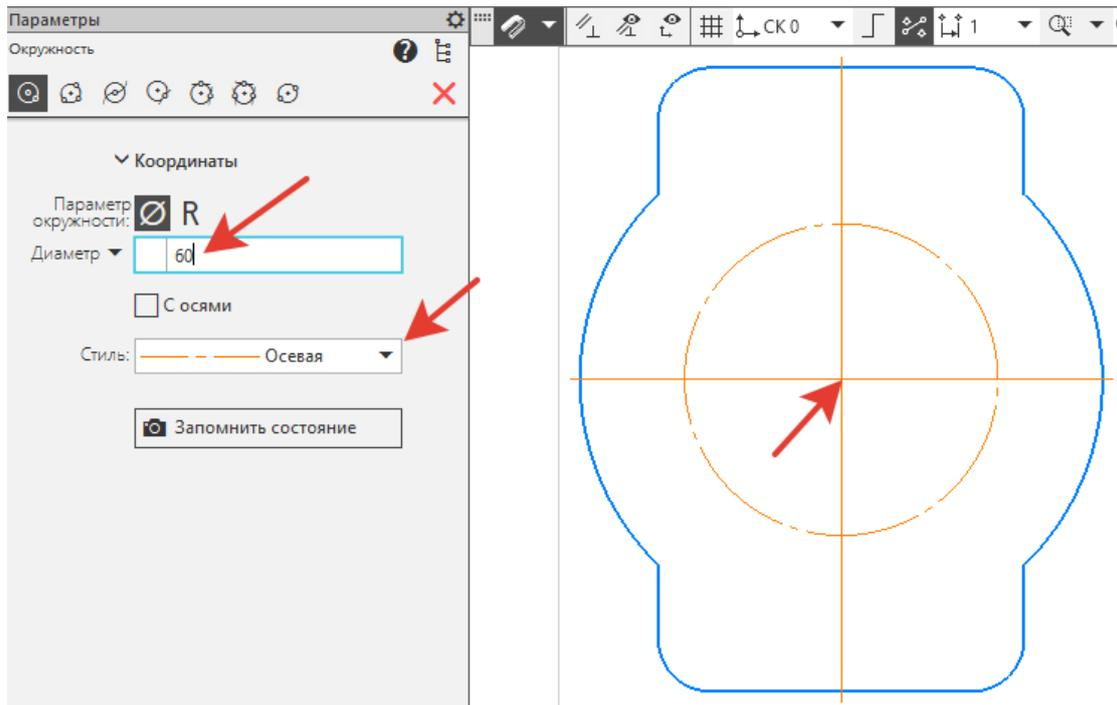

Рисунок 16.
9. В центре прямоугольника постройте еще одну окружность: *Диаметр - 60, Стиль - Осевая* (рисунок 16).